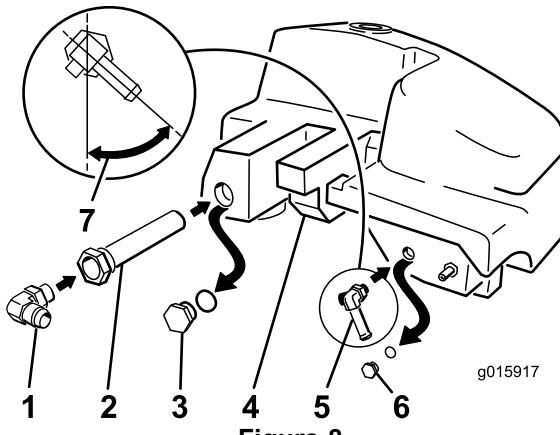

Figura 8
4. Instale o pequeno T de 90 graus com parte rosada no local onde retirou o pequeno tampão (Figura 8).